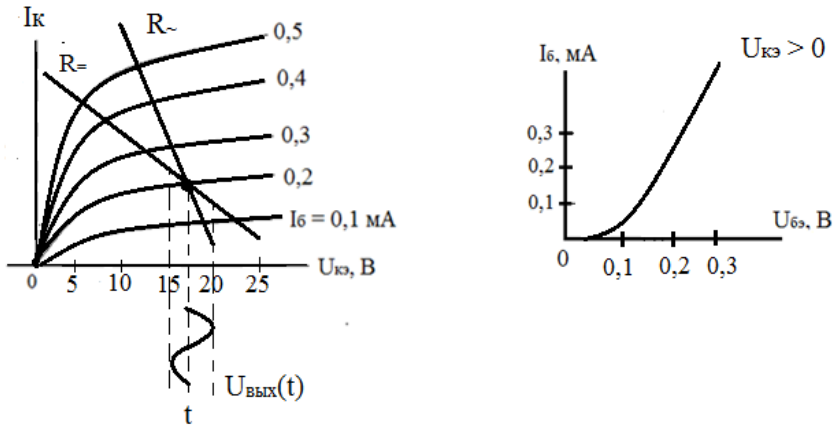

Рис.2.9
9. Определить амплитуду входного сигнала по $U_{\text{ВЫХ}}(t)$ – рис. 2.9.